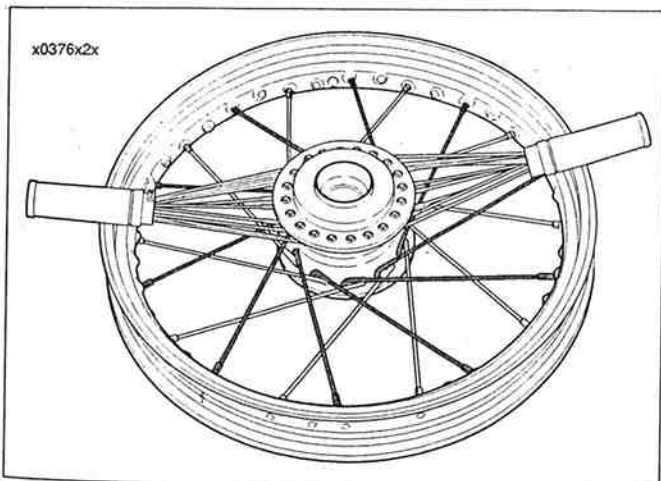

Figura 2-36. Rayos completos – interior reborde inferior
- b. Vea la Figura 2-36. Compruebe que el rayo interior llegue hasta el racor del rayo y fíjelo a mano sin apretarlo. Salte al siguiente agujero y repita la instalación de los rayos. Siga la misma secuencia para terminar la instalación de los rayos interiores (cabeza larga) de la fila inferior.